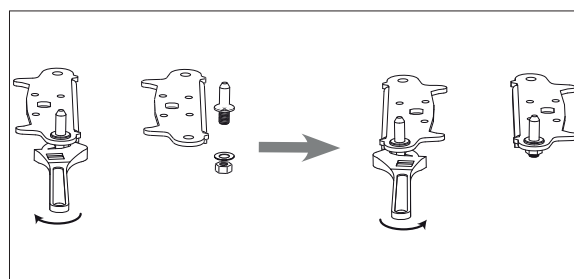

Fig. 13
- ▶ Retirez le tenon de la charnière inférieure (fig. 13) à l'aide d'une clé de 10 et vissez le tenon du côté opposé.